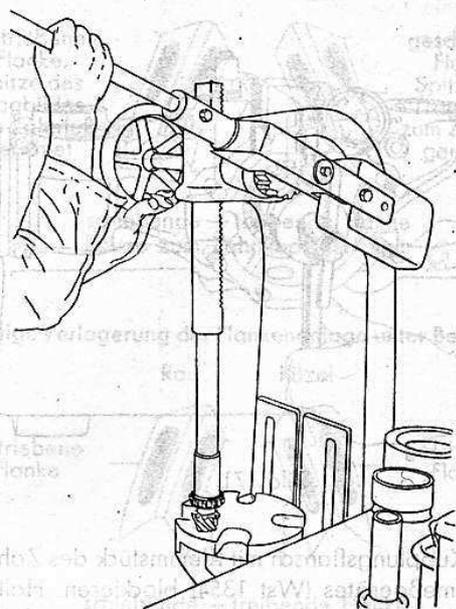

Bild 165
5. Rollenlager auf Welle des Antriebskegelrades aufpressen (Bild 165).